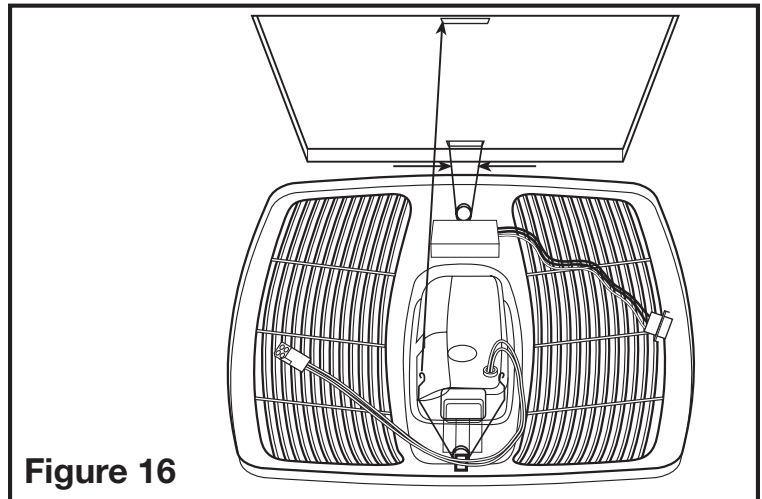

Figure 16
- 4b. **MODÈLES AVEC DÉTECTION DE MOUVEMENT :** Installez la grille en pressant les ressorts ensemble pour les installer dans la fente la plus éloignée du compartiment de câblage sur le boîtier du ventilateur. Attachez le câble à connexion rapide de 4 broches de la grille au connecteur de 4 broches sur le dessus du couvercle du compartiment de câblage. Attachez le câble à connexion rapide de 4 broches de la grille au connecteur de 4 broches de la grille au connecteur de 4 broches sur le dessus du couvercle du compartiment de câblage. Les câbles ne s'insèrent que d'une façon dans la prise. Installez l'autre ressort et poussez la grille vers le haut en place (Figure 16).